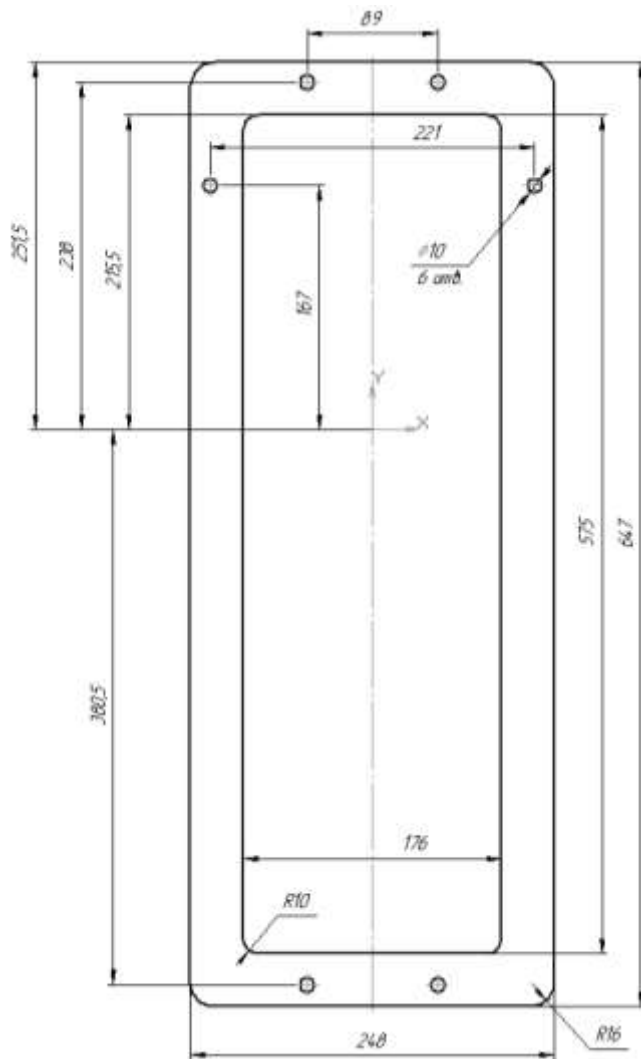

Рисунок 6.1 – Ескіз для формування фланця корпусу
2. Слід врахувати, що зображення опорних поверхонь бобишек і місць кріплення кришок підшипників на ескізі не вказуємо – вони будуть формуватися пізніше. Отриманий ескіз повинен виглядати як на рис. 6.1.